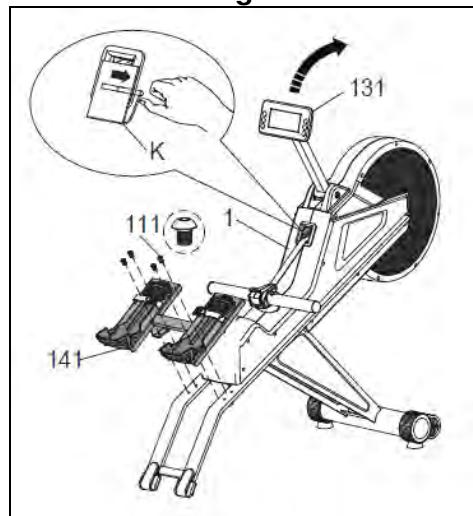

Fig.6
Posicione el sillín (69) Fig.6 sobre el soporte del sillín (70) Fig.6A y haciendo coincidir los agujeros atornille con los tornillos (111).
Introduzca el carril de aluminio (68) en dirección de la flecha, en el cuerpo central (1) Fig.6, coloque los tornillos (111) (5) y apriete fuertemente.